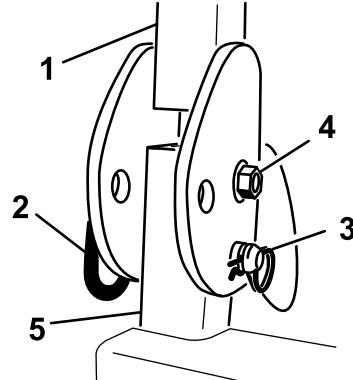

Figura 4
1. Retire las chavetas y retire los dos pasadores de la barra anti-vuelco (Figura 4).
2. Eleve la barra anti-vuelco a la posición vertical, instale los dos pasadores y sujetelos con las chavetas (Figura 4).